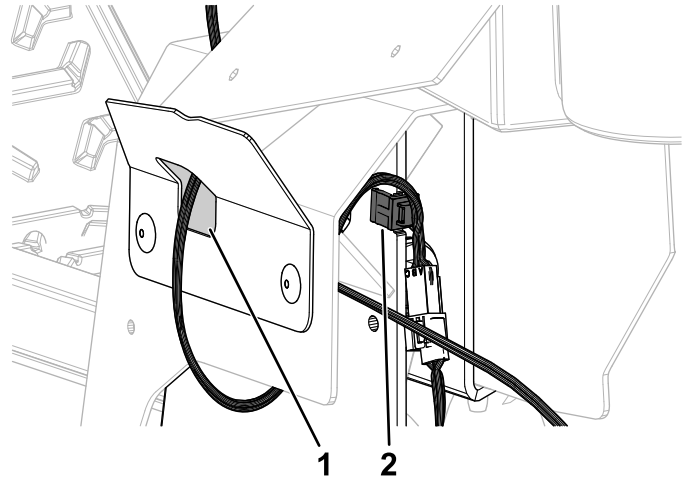

Bild 8
2. Führen Sie den Kabelbaum am Fahrtriebshebel durch das Loch in der linken Abdeckplatte (Bild 8).
3. Befestigen Sie den Kabelbaum an der Aussparung in der linken Abdeckplatte des Fahrtriebshebels (Bild 8).